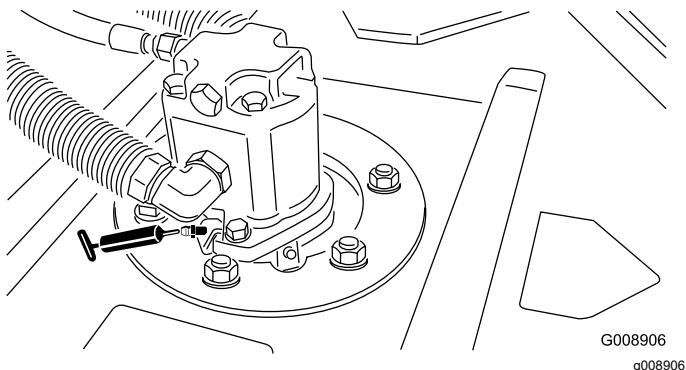

Figura 45
- 2 (por unidad de corte) cojinetes de eje giratorio de unidad de corte (Figura 45)